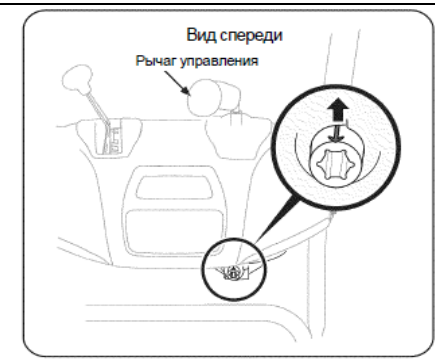

Рис. 6
6. Поверните рычаг джостика на один оборот часовой стрелки таким образом, чтобы серебряная стрелка, расположенная на входном валу тяги была расположена верх по отношению к панели управления. (См. Рис. 6).